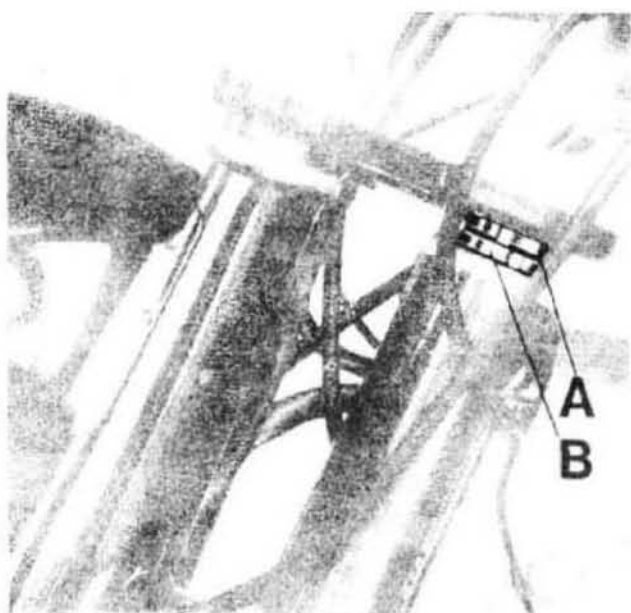

Fig. 111
- la ghiera (B) e controghiera (A) e sfilare la forcella completa (vedere fig. 111);
la ghiera sul canotto (B di fig. 111) avvitandola fin che lo sterzo è regolato accertandosi che giri liberamente; ad operazione ultimata avvitare la controghiera (A di fig. 111) bloccandola a mezzo chiave speciale;